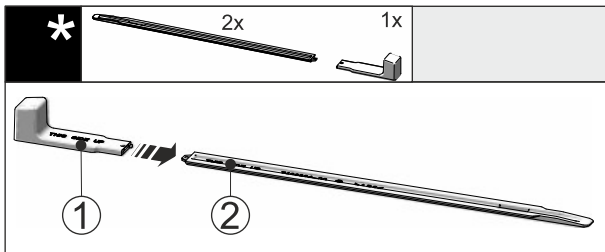

Fig. 42
▶ 将安装手柄 Fig. 42 (1) 插到水平导轨 Fig. 42 (2) 上。